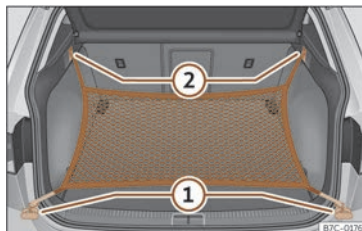

Fig. 166 Al maleter: argolles ① i ganxos ② per enganxar la bossa de xarxa.
- Fixeu els ganxos curts de la xarxa a les argolles d'amarratge >>> **fig. 166** ① >>> ⚠. La cremallera de la bossa ha de quedar cap amunt.
- Fixeu les cintes als ganxos per penjar bosses ②.